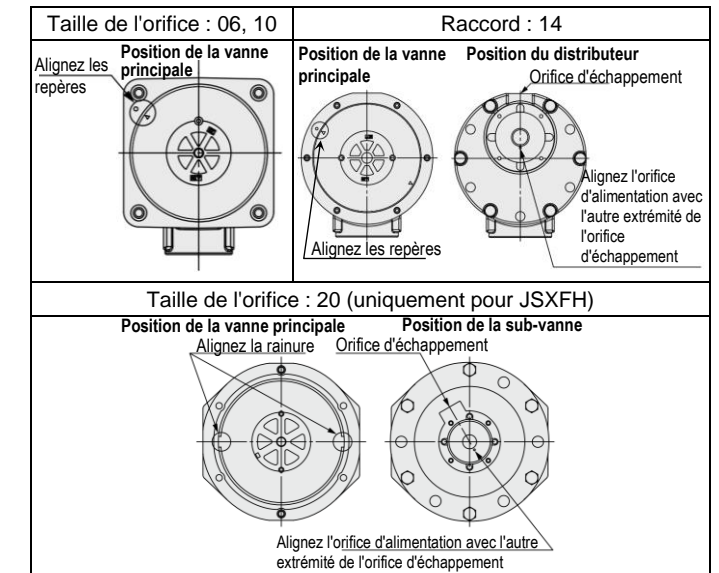

Figure 10.
- Assemblez la vanne principale au corps, en vous référant à l'orientation de montage indiquée à la Figure 10. Un montage incorrect peut entraîner un dysfonctionnement du produit.